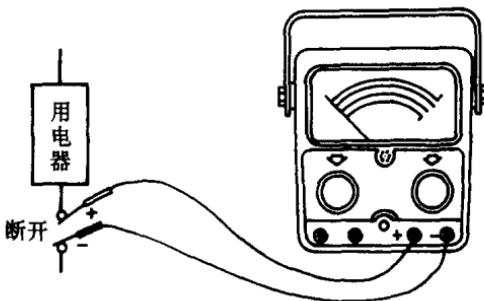

图 1-3 用万用表测直流电流
(5) 测交流电压 (<1 000 伏)：本表可测量小于 1 000 伏的交流电压。将旋钮置于交流电压的相应挡位，红、黑表棒可任意连接到被测电压的两端，其他步骤与测量直流电压的方法相同。
(6) 测直流电流：把旋钮置于电流的相应挡位。如无法估计大小，要先置于最大量程处。测量时，万用表应和被测电路串联，如图 1-3 所示，把红表棒接在高电压端（或“+”端），黑表棒接在低电压端（或“-”端）。如红、黑表棒位置调错，指针将会向左边偏转，严重时会将表针打弯。
(7) 测三极管的放大倍数：在测量前，先将万用表调到